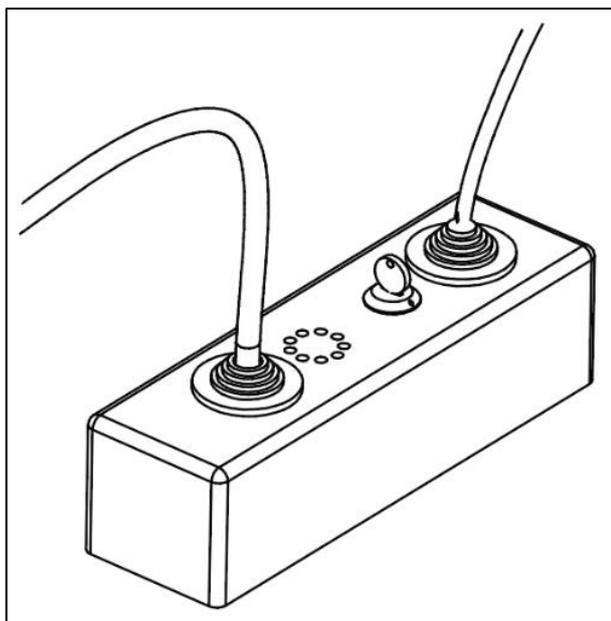
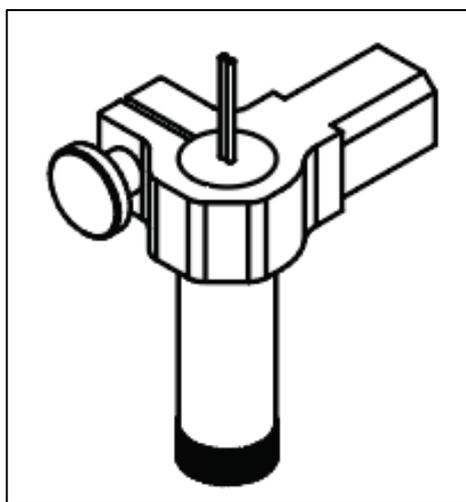
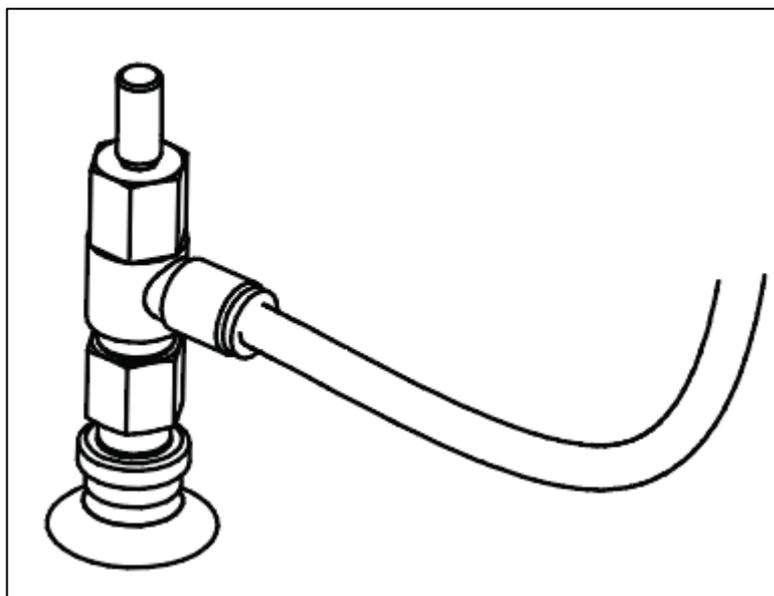

Рисунок 9 – Внешний блок коммутации инструмента
Рисунок 11 – Лазерная головка с фиксатором инструмента
Рисунок 14 – Присоска вакуумного захвата
Внешний блок коммутации инструмента (Рисунок 9) предназначен для:
В состав модуля входят лазерная головка с фиксатором инструмента (Рисунок 11), защитные очки. Для обеспечения работы модуль подключается через блок коммутации инструмента (Рисунок 9). Для обеспечения безопасной работы питание модуля управляется через ключ-выключатель. Подключение ключ-выключателя описано в разделе 1.1.4.
Модуль захвата вакуумного состоит из присоски вакуумного захвата (Рисунок 14) и вакуумного насоса (расположен в блоке коммутации инструмента (Рисунок 9)).
- Присоедините, с помощью фитинговых держателей, полиуретановую трубку для компрессора: один конец к присоске (Рисунок 15), другой к блоку коммутации инструмента (Рисунок 9).